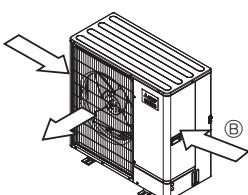

Fig. 2-4
- Jeśli to możliwe, należy tak ustawić jednostkę zewnętrzną, aby kierunek wylotu powietrza był prostopadły do kierunku wiatru w danej porze roku. (Fig. 2-4).